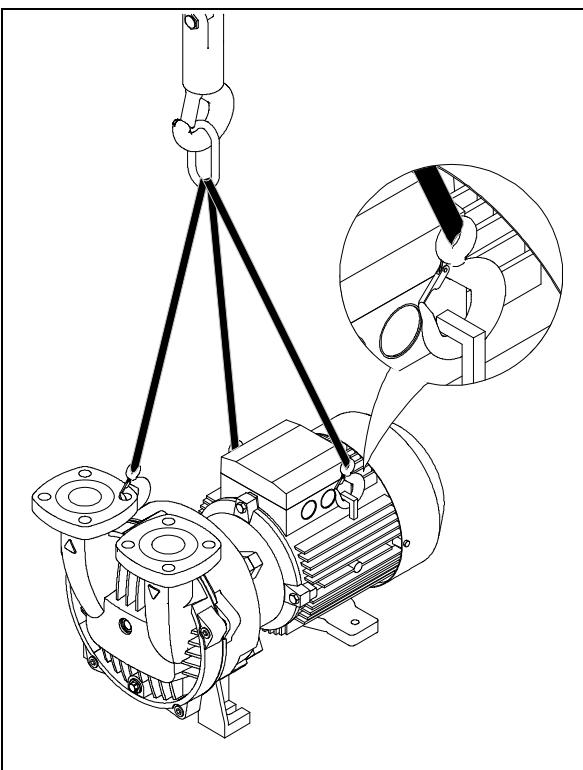
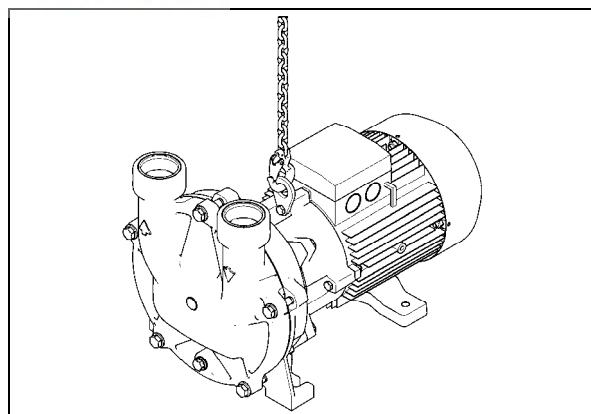

Fig. 4 : Points de levage 2BV51..
Fig. 6 : Points de levage 2BV547.
- Les points de levage sont les de transport du moteur et un perçage de la Tuyau bifurqué ou Manchon d'aspiration (Fig. 4 - Fig. 6, page 14).